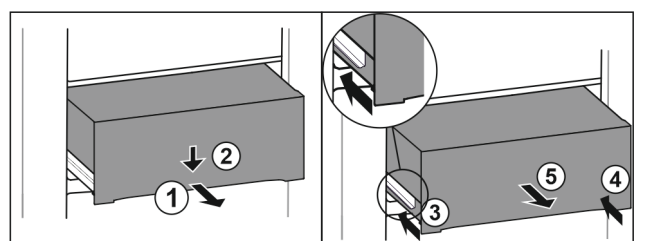

Fig. 131
- ▶ Extraiga el cajón hasta la mitad. Fig. 131 (1)
- ▶ Presionar hacia abajo el cajón de la parte delantera. Fig. 131 (2)
- ▶ Introducir el carril izquierdo unos 2 cm. Fig. 131 (3)
- ▶ Introducir el carril derecho unos 2 cm. Fig. 131 (4)
- ▶ Extraiga el cajón hacia delante. Fig. 131 (5)